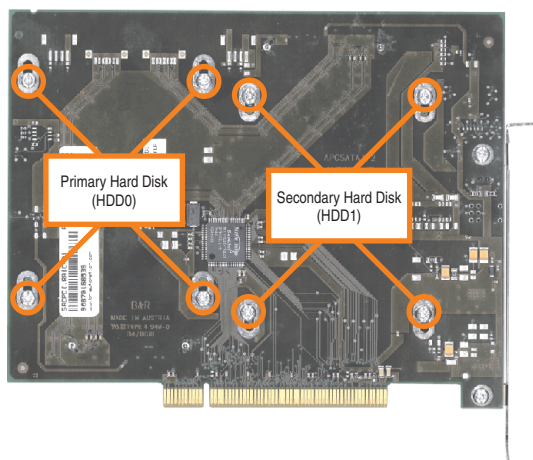

Abbildung 244: Rückseite des SATA RAID Controllers Schraubenzuordnung
- Lösen der richtigen 4 Befestigungsschrauben (M3x5) - siehe Abbildung 244 "Rückseite des SATA RAID Controllers Schraubenzuordnung", auf Seite 430.